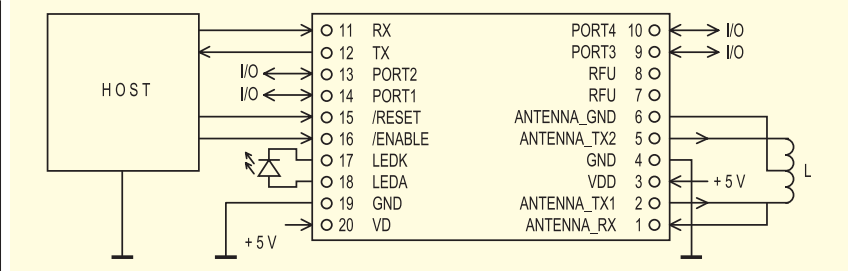

Рисунок 2 Принципиальная схема подключения модуля MM-005
1. Подключите Reader к персональному компьютеру, руководствуясь схемой, приведенной на рис. 2. Запустите «Framer» и укажите ему, к какому порту подключен Reader.